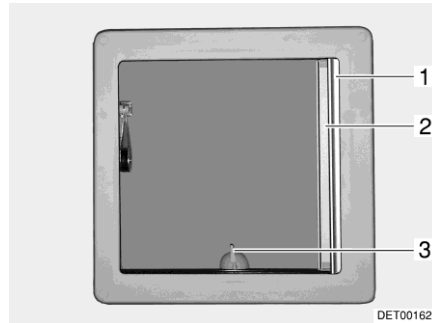
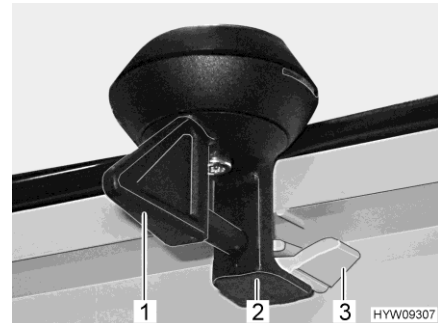

Fig. 50 Claraboya inclinable
Fig. 51 Bloqueo (claraboya inclinable)
- Girar la palanca (Fig. 50,3 ó Fig. 51,1) un cuarto de vuelta.
- Girar la palanca un cuarto de vuelta. El bloqueo (Fig. 51,2) tiene que deslizarse al interior de la pestaña inferior (Fig. 51,3).
*Cerrar:* ■ Extraer del estor plegable (Fig. 50,1) y soltarlo en la posición deseada. El estor plegable se queda fijo en esta posición.
*Cerrar:* ■ Tirar la mosquitera enrollable (Fig. 50,2) hasta que engatille en el bloqueo del lado contrario.